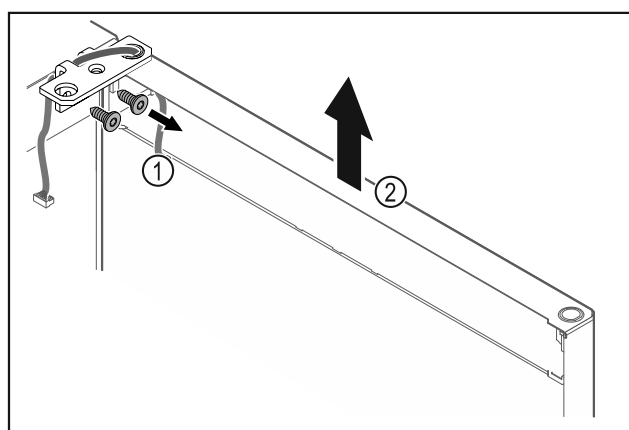

Fig. 25
- Odšroubujte úhelník závěsu Fig. 25 (1).
- Zvedněte dvířka včetně úhelníku závěsu Fig. 25 (2) přibližně 200 mm rovně směrem nahoru a vyjměte je.